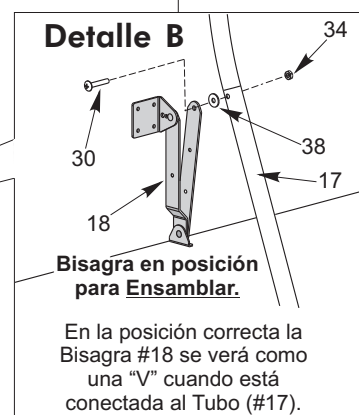

Figura 5
8. Atornille el Tubo del Soporte-U (#21) a los Tubos Estructurales (#17) con los dos Tornillos (#33) como está mostrado en **Figura 5**. Alinee los hoyos de los tubos de Soporte-U con los Tubos Estructurales e inserte los Tornillos (#33) en los orificios de los Tubos Estructurales (#17). Apriete los tornillos totalmente pero tenga cuidado de que no queden sobre apretados ya que podría barrer la cuerda de los tornillos si los sobre aprieta.
9. Una las Bisagras (#18) a los Tubos Estructurales (#17) como están mostrados en la **Figura 5** y **Detalle B**. Coloque la bisagra en la misma posición como está mostrada; alinee el hoyo de la bisagra con el hoyo del Tubo Estructural y únalo con el Tornillo $\frac{1}{4}$ " (#30), la Rondana de Plástico (#38) y la Tuerca de Seguridad (#34). La Rondana de Plástico (#38) va entre el Tubo Estructural y la Bisagra. Asegúrese que la tuerca esté apretada y segura. Repita el mismo procedimiento para la otra bisagra.
10. Una el Tubo Conector (#16) a la Pata (#19) como está mostrado en la **Figura 5**. Gire el Tubo Conector (#16) hacia arriba y gire la pata hacia abajo y alinee el hoyo en el Tubo Conector con el hoyo en la Pata (#19). Una el Tubo Conector (#16) a la Pata (#19) usando el Tornillo de Cabeza Hexagonal (#24), el Separador (#37) y la Tuerca de Seguridad (#34). Los Separadores (#37) van entre el Tubo Conector y la Pata. Una el otro Tubo Conector a la Pata de la misma manera. Asegúrese que las tuercas estén apretadas y seguras.